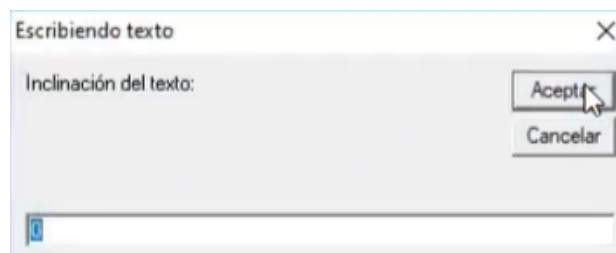

Figura 267. Inclinación del texto.
76. En la última ventana emergente, introducir una inclinación del texto adecuada y presionar “Aceptar”. Figura 267.